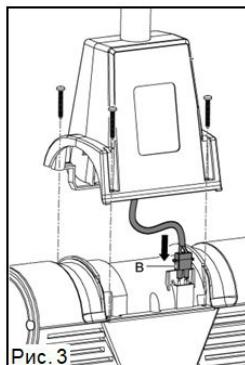

Рис. 3
2. Вставьте штекер (В) в разъем на корпусе шнека. Прикрутите четырьмя винтами нижнюю штангу к корпусу шнека (рис. 3).